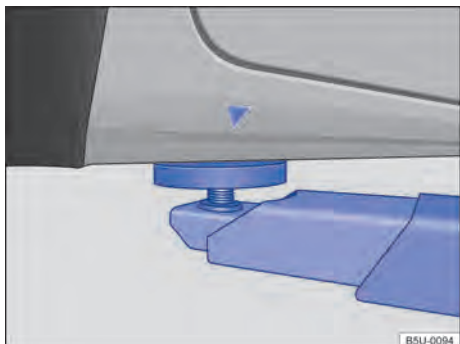
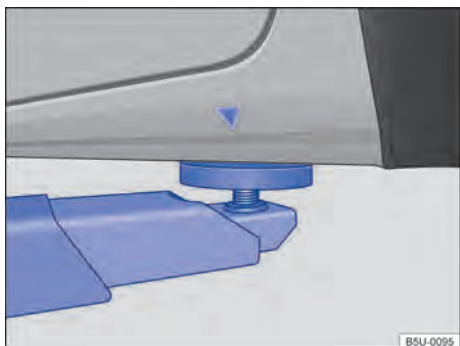

Fig. 214 Pontos de apoio dianteiros para a suspensão com plataforma elevatória ou com macaco.
Fig. 215 Pontos de apoio traseiros para a suspensão com plataforma elevatória ou com macaco.
O veículo deve ser suspenso somente pelos pontos indicados nas figuras → Fig. 214 e → Fig. 215. Se o veículo não for suspenso pelos pontos indicados, podem ocorrer danos no veículo → **!** e ferimentos graves → **!**.
- Suspender o veículo somente pelos pontos indicados nas figuras → Fig. 214 e → Fig. 215. Se o veículo não for suspenso pelos pontos indicados, o veículo poderá cair da plataforma elevatória quando, por exemplo, o motor ou a suspensão for desmontado.